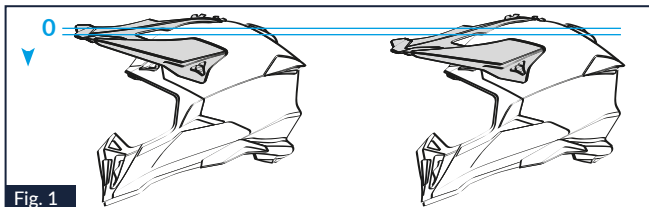

Fig. 1
Ihr neuer Helm ist mit einem Rückhaltesystem mit Ringen, dem sogenannten “D-Rings Retention System” ausgestattet. Für einen größtmöglichen Schutz und unter Ausnutzung aller Vorteile des Haltesystems “D-Rings” lesen Sie bitte aufmerksam die in diesem Infoblatt enthaltenen Beschreibungen und befolgen diese. Um einen unsachgemäßen Gebrauch des Helms und insbesondere ein nicht korrektes Schließen zu vermeiden, sieht der Zulassungsstandard ECE 22-05 vor, daß der Helm aufgesetzt und abgenommen werden kann, ohne daß das Band komplett aus den Ringen zu ziehen ist. Dieses Rückhaltesystem, das lediglich dann vollständig wirksam ist, wenn das Band korrekt, d.h. wie in Abb. 1 gezeigt, in die Ringe eingeschlaucht ist, wird bereits vorgeschlaucht geliefert und wurde so konzipiert, daß die Vorgänge zur Schließung und zur Öffnung auf einfache Einstellungen der Spannung beschränkt sind. Aus diesem Grunde verfügt der Helm über folgende Elemente:
- Ziehen Sie am Endstück des Bandes (siehe Abb. 1), bis Sie einen leichten Druck des Kinnriemens auf den Wangen spüren.
Der Gesichtsschutz kann in verschiedenen Positionen eingestellt werden, indem er nach oben oder nach unten geschoben wird (Abb. 1).
⚠ ACHTUNG: Bei der Verwendung im Straßenverkehr muss der Gesichtsschutz in der höchsten Stellung «0» (Abb. 1) und die Verlängerung in der Position «0» von kleinster Weite eingestellt werden (Abb. 2A).
1.2. Den Gesichtsschutz um die seitlichen Sperrzähne «B» herum drehen, um ihn in gewünschter Position einzustellen; beim Gebrauch auf der Straße ist dies die höchste Stellung (siehe Position «0» in Abb. 1).